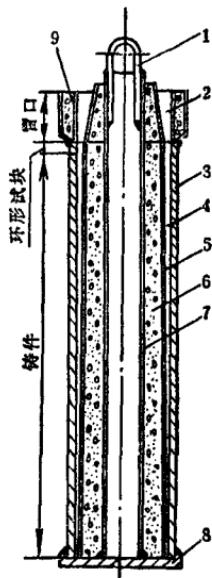

图10 内圆熔焊铸造
(3) 坯料的处理 坯料焊接以后，经过与上节所述的去除铁锈和油渍的化学处理以后，将坯料加热到 $150\sim180^{\circ}\text{C}$ ，并在坯料与铜熔焊的表面上涂上一层浓缩的硼砂溶液（200克的水加入150克的硼砂），坯料的外表面涂一层水玻璃和石墨混合的涂料，防止加热时表面氧化。
(4) 制造保温砂套 如图10所示，挡板不与底板焊接，在加热以前，将挡板5放入坯料内，并在挡板5和7之间填实型砂。为了不使挡板5下部与底板接触的地方发生漏铜的现象，保温砂套的砂型需捣结实。保温砂套使铸件的铜层自下而上加厚，使铸件的冷却凝固自下而上的定向进行，保证铸件不产生缩松和气孔。同时，保温砂套使铸件的坯料的冷却比铜层的冷却快，因而保证坯料与铜层能很好的粘合（熔焊）。
(5) 坯料的加热和浇铸 浇注以前，在坯料内放入占铜液重量1~2%的硼砂做熔剂（硼砂能起清洁、润湿、防止坯料氧化的作用），然后把坯料放进炉子里加热，当坯料加热到 $800\sim850^{\circ}\text{C}$ 时，就可以进行浇铸铜液。由于浇铸以后坯料还需要加热和保温，因此，有时也可以在坯料内放入已经事先熔化好的固体铜料，使它加热熔化，对熔焊性能也没有什么不良的影响。